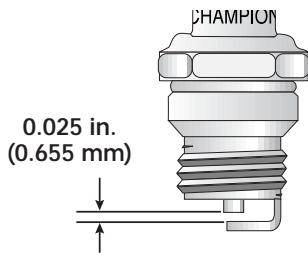

Fig. 28
3. Cambie las bujías que estén rajadas, sucias o deterioradas. Fije la separación de aire a 0,655 mm (0,025 pulgadas) utilizando un calibrador (Fig. 28).